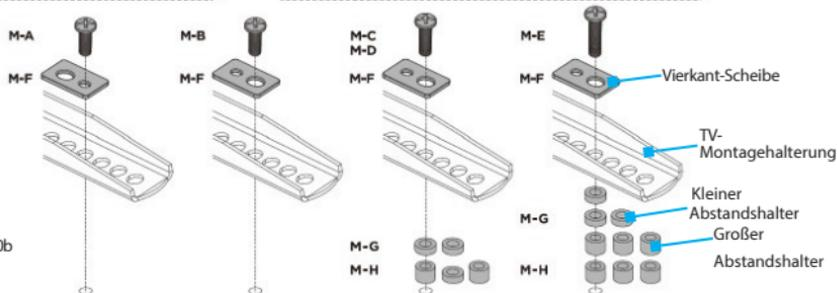

Abbildung 10b
- Platzieren Sie die erforderliche Anzahl von **kleinen (M-G)** und/oder **großen Abstandshaltern (M-H)** über jedem **VESA-Montage Loch** am **Fernsehgerät**. (Abbildung 10b)
- Setzen Sie an jedem **VESA-Montagepunkt** eine **quadratische Unterlegscheibe (M-F)** auf die **TV-Montagehalterung**, und richten Sie die Größe der Schraubenlöcher auf der **quadratischen Unterlegscheibe** so aus, dass sie zu den richtigen **M-Schrauben** für das **Fernsehgerät** passen. (Abbildung 10b)
- Drehen Sie die **Schrauben** der Größe **M** (z. B. **M5 x 14 mm (M-A)**) durch die **quadratischen Unterlegscheiben (M-F)**, die **TV-Halterungen**, die (optionalen) **Abstandshalter (M-G + M-H)** und in das **Fernsehgerät**. (Abbildung 10b)